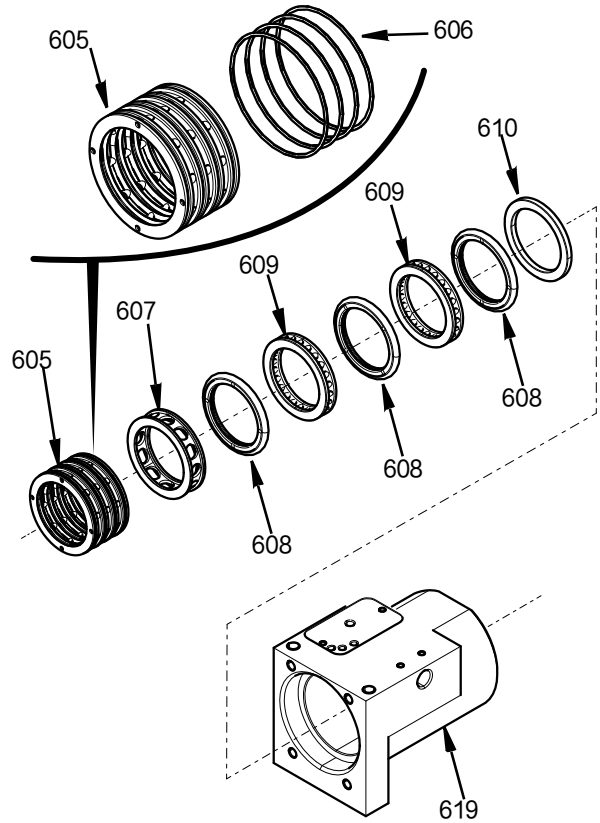

FIG. 22
2. 将所有零配件小心地直角插入旋转外壳，如 FIG. 22。在将 O 形圈 (606) 插入旋转外壳之前，必须将其安装到空气分配环 (605) 上。组装前，确保所有密封件和旋转外壳孔均已润滑。参见 FIG. 22。